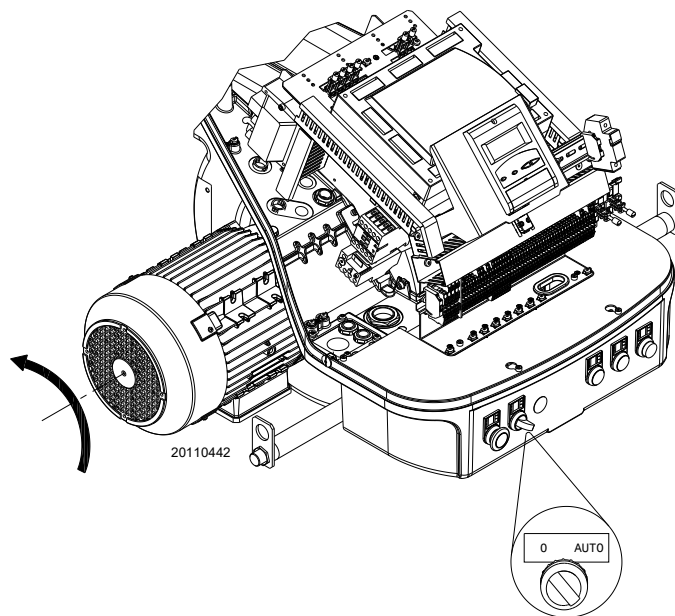

Fig. 26
Închideți termostatele/presostatele și puneți comutatorul Fig. 26 în poziția „**AUTO**”.
Dacă acestea indică tensiune, opriți **imediat** arzătorul și verificați conexiunile electrice. Când arzătorul pornește, verificați direcția de rotație a motorului, așa cum se arată în Fig. 26.
- rotiți comutatorul Fig. 26 în poziția „**0**” și așteptați oprirea echipamentului;
- scoaterea capotei și acționarea comutatorului „0-AUTO” din Fig. 26 la pag. 29;